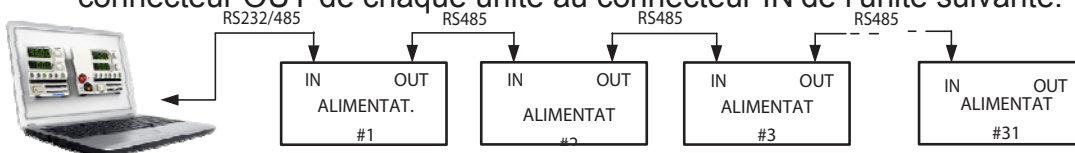

Fig.7-6: Multi power supplies RS232/485 connection
2. Connexion des autres alimentations : les autres alimentations connectées au bus le sont via leur interface RS485 (voir les Figures 7-6 et 7-7 pour les raccordements).